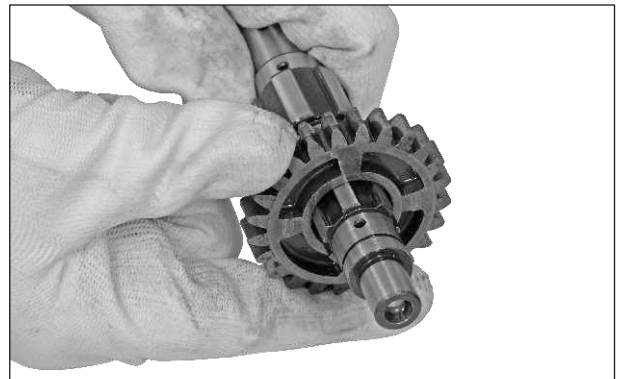

Fig. 3.149
- Saque el piñón de tercera y de quinta marchas del eje de salida. (Fig. 3.149)